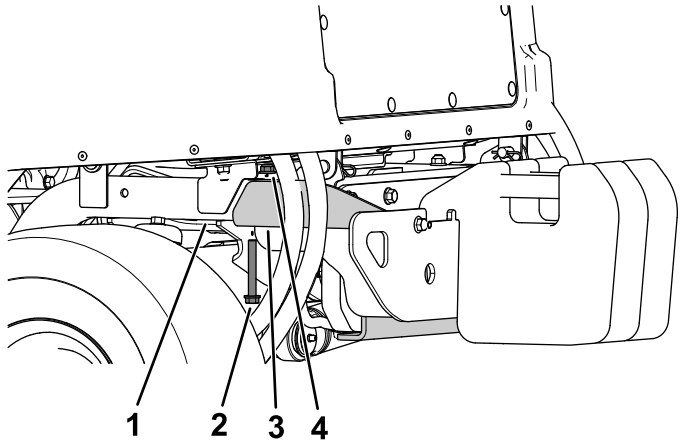

Figura 21
1. Rimuovete il bullone a testa flangiata (3/8" x 2-3/4") e il dado flangiato (3/8") che fissano il paraurti al tubo del telaio posteriore su ciascun lato del paraurti (**Figura 21**).